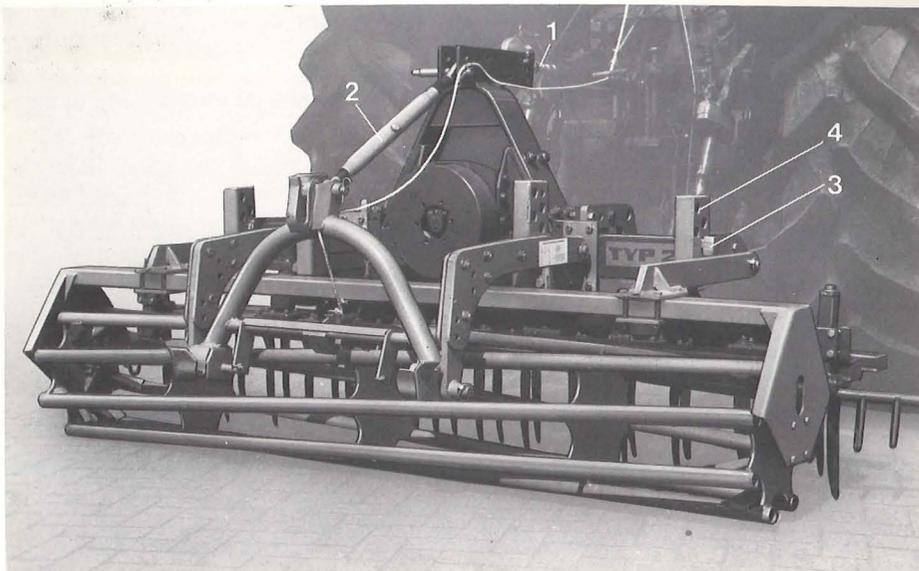
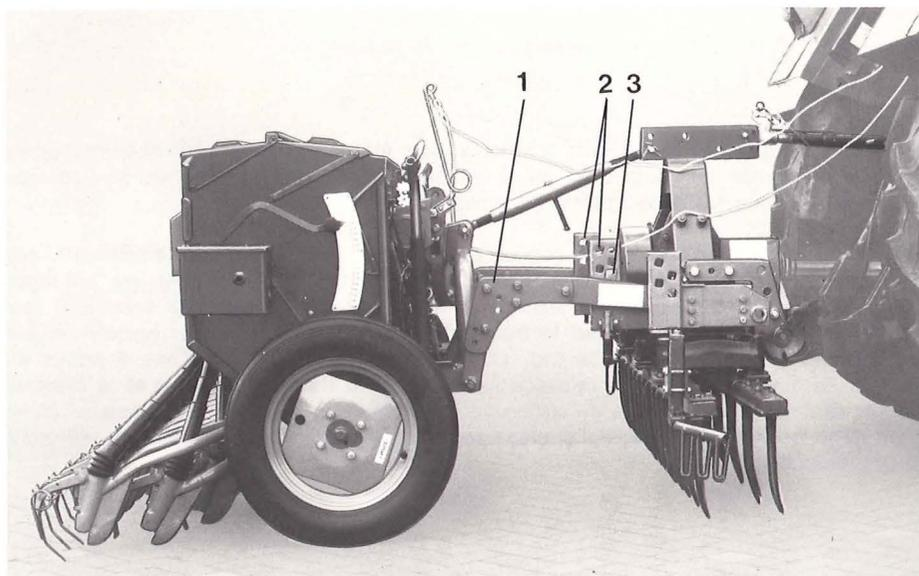

Fig. 13
Fig. 14
3.7.4 La herse alternative avec le rouleau-packer et surtout le semoir doivent être attelés derrière le tracteur en position horizontale. La herse alternative est placée en position horizontale en tournant le tirant supérieur sur le tracteur (fig. 13/1) et le semoir en tournant le tirant supérieur entre la herse et le semoir (fig. 13/2).
3.7.8 Suivant l'état du sol, la combinaison REP/D7 peut également opérer séparément. A l'aide de l'attelage rapide, dételer le semoir rapidement pour travailler par exemple certaines parties du champ deux fois (voir fig. 11 et 13). On peut travailler même sans rouleau-packer ou rouleau d'appui (fig. 14). Dans ce cas, il faut sortir les axes de limitation de profondeur (fig. 13/3) des longerons de guidage pour le rouleau-packer (fig. 13/4) et les mettre ensuite au-dessus des tirants inférieurs du semoir (fig. 14/1) dans les longerons de guidage pour le semoir (fig. 14/2). La herse alternative s'appuie dans ce cas sur le semoir.